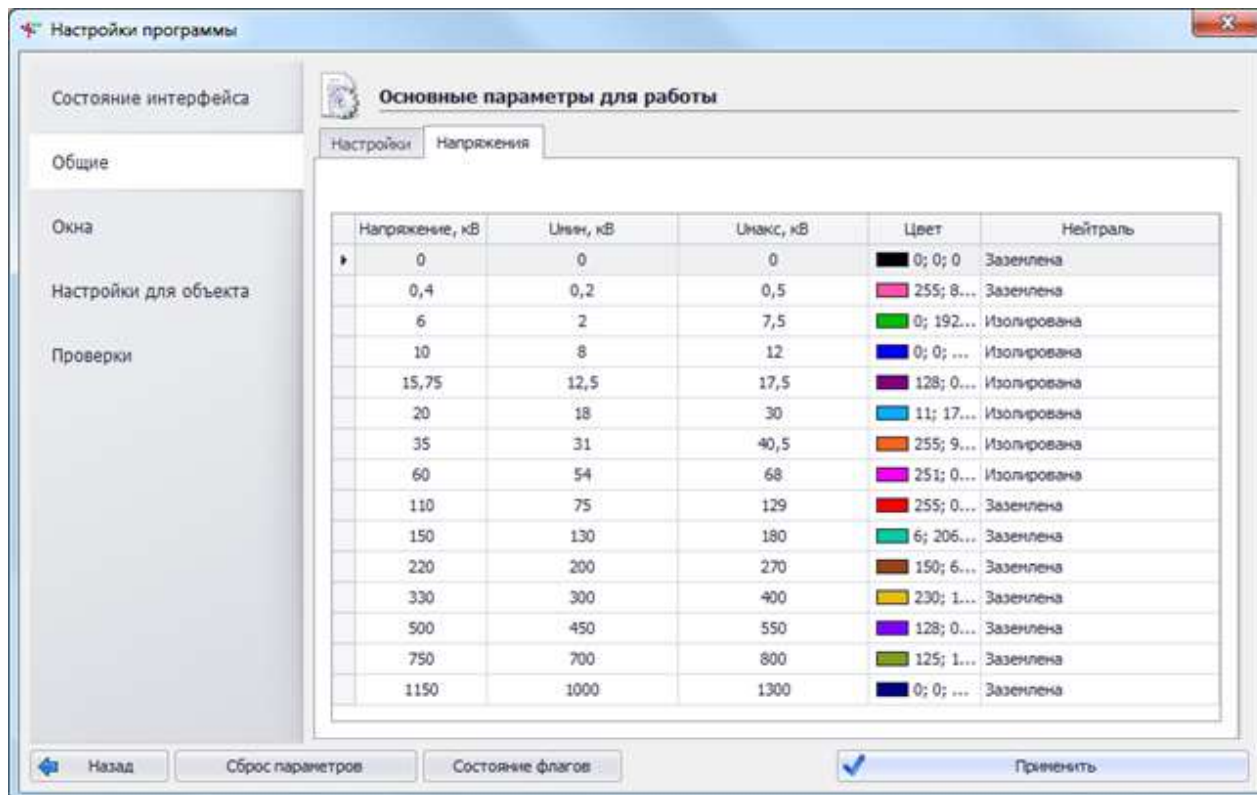

Рисунок 3.58
- вкладка «Напряжения» (рисунок 3.58) содержит таблицу со списком уровней напряжений, для которых можно выставить минимальное и максимальное значение